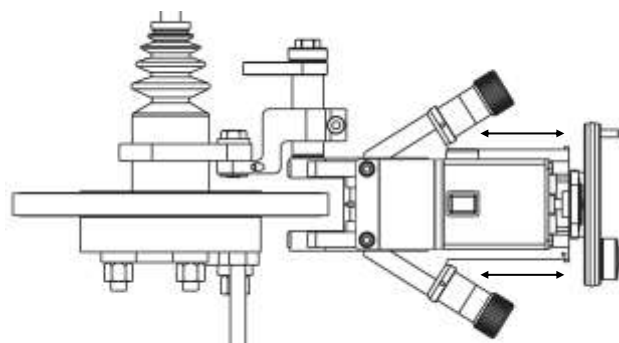

Fig. 60
6. Fare avanzare lentamente le slitte fino al centro del mozzo, fig. 60.